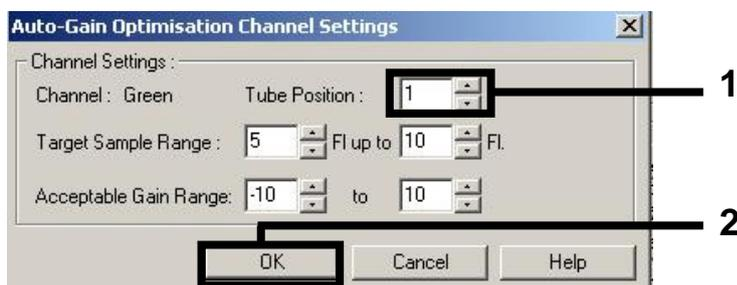

Figura 2. Configuración de la posición de tubo.
2. Configure la posición de tubo para un tubo del primer ensayo *artus* (p. ej., CMV). Determine la posición de tubo para todos los canales de fluorescencia y haga clic en **OK** (Aceptar) (figura 2).